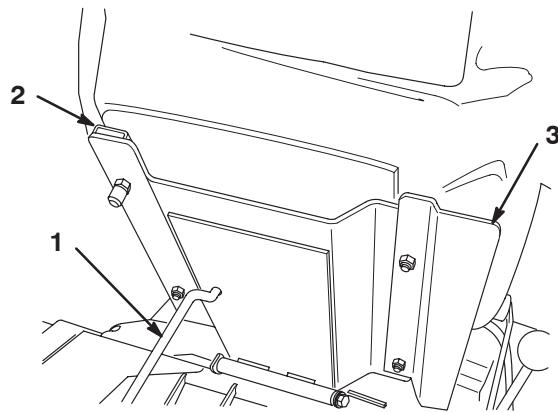

Figure 6
- Fixez le siège, le panneau de siège et les glissières de siège au support de siège avec les contre-écrous (5/16 pouce) (Fig. 6) fournis avec les pièces séparées. Montez le panneau de siège du côté droit, en le positionnant comme illustré à la Figure 6.